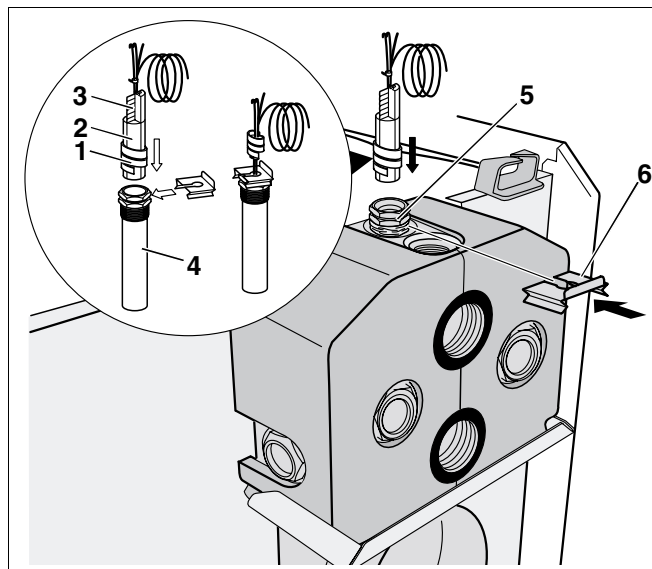

Fig. 60 Montarea pachetului senzorului de temperatură
- Arcurile compensatoare se introduc (Fig. 60, **Poz. 3**) cu pachetul senzorului de temperatură (Fig. 60, **Poz. 2**) în teaca de imersie până la atingerea opritorului (Fig. 60, **Poz. 4**).
La introducerea pachetului senzorului de temperatură în teaca de imersie (Fig. 60, **Poz. 4**) spirala este împinsă înapoi (Fig. 60, **Poz. 1**) automat.
- Siguranța senzorului (Fig. 60, **Poz. 6**, livrată cu aparatul de reglare) este împinsă lateral pe capul tecii de imersie (Fig. 60, **Poz. 5**).